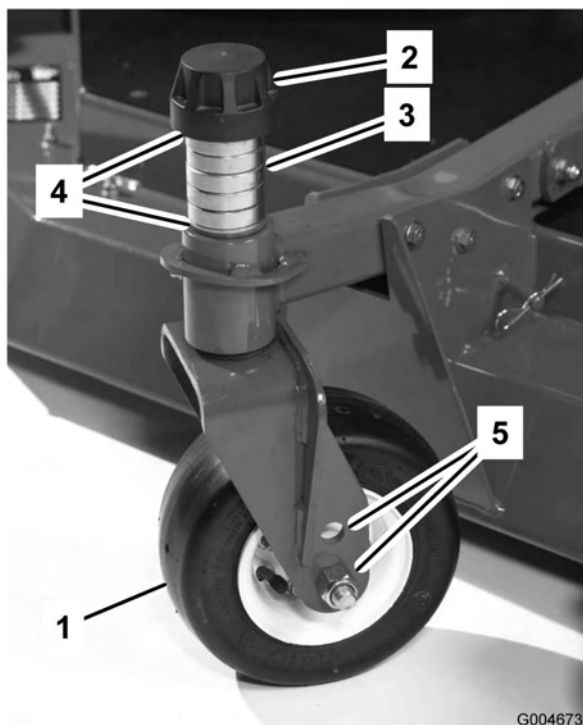

Figura 14
- Retire a tampa de fixação do eixo roscado desloque o fuso (Figura 14) para fora do braço da roda giratória. Coloque ambos os calços (3 mm) no eixo, tal como se encontravam originalmente. Estes calços são necessários para atingir a mesma altura ao longo de toda a largura das unidades de corte. Desloque um número apropriado de cunhas de 13 mm (consulte a tabela abaixo) para o eixo para obter a altura de corte desejada; em seguida, desloque a arruela para o eixo.